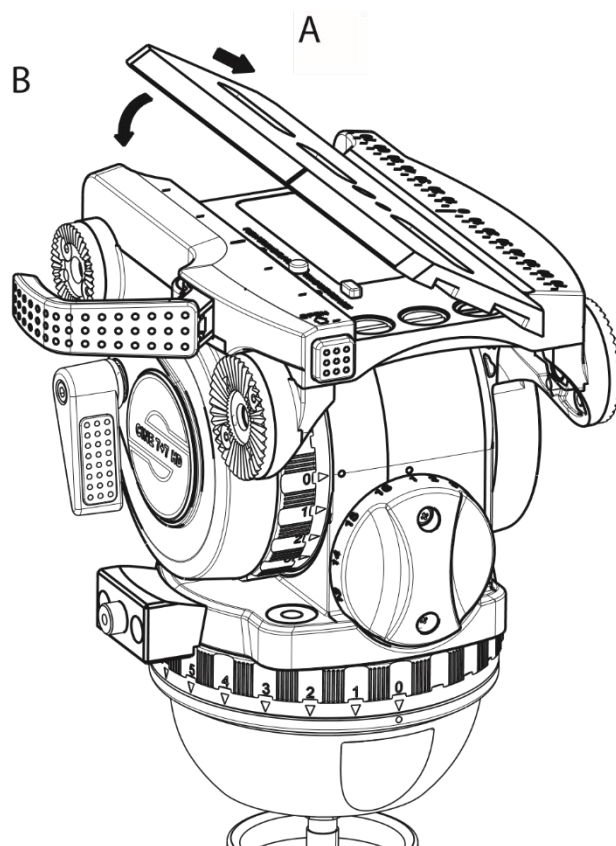

図 5
- ⇒ カメラ（プレート）をフルードヘッドへ取り付け際には、プレートの片側の側面をトッププレート上のスライド目盛り側の側面に差し込みます。（図 5 矢印 A 参照）